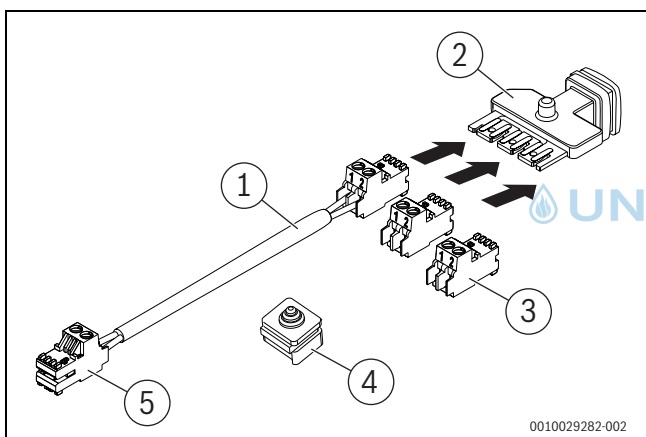

Bild 118 Lieferumfang Zubehör CS 37
- Kabel (→ Bild 118, [1]) mit Stecker an die EMS-BUS-Leiste (→ Bild 118, [2]) stecken.
- Beide Stecker (→ Bild 118, [3]) auf die Steckplätze der EMS-BUS-Leiste (→ Bild 118, [2]) stecken.
- EMS-BUS-Leiste (→ Bild 118, [2]) mit den Steckern nach unten in die Öffnung für die Kabeldurchführungen einsetzen.
- Mitgelieferte Kabeldurchführung (→ Bild 118, [4]) einsetzen.